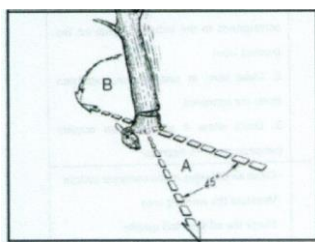

Fig. 9
1. Creare e pianificare una via di fuga (Fig. 9-A) nella direzione opposta rispetto alla linea prevista di caduta (Fig. 9-B).